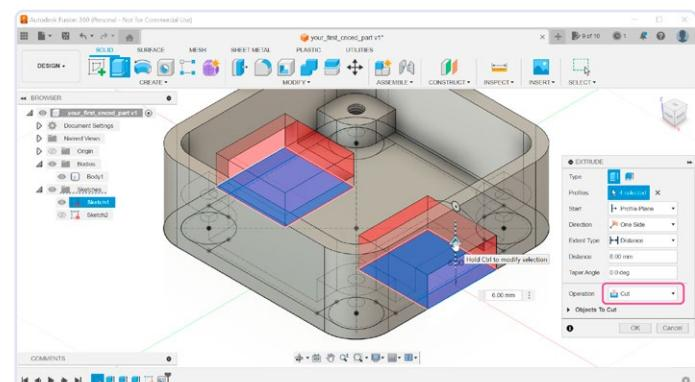

Figure 18. Extrusion des deux ouvertures.
18. Tournez la vue 3D pour voir le fond de notre boîtier. Sélectionnez l'outil **Extrude** (figure 18) et sélectionnez ensuite les nouveaux rectangles que vous venez de créer. Entrez une distance de 6 mm pour correspondre à la hauteur des supports. *Operation* devrait être automatiquement changé en *Cut*.